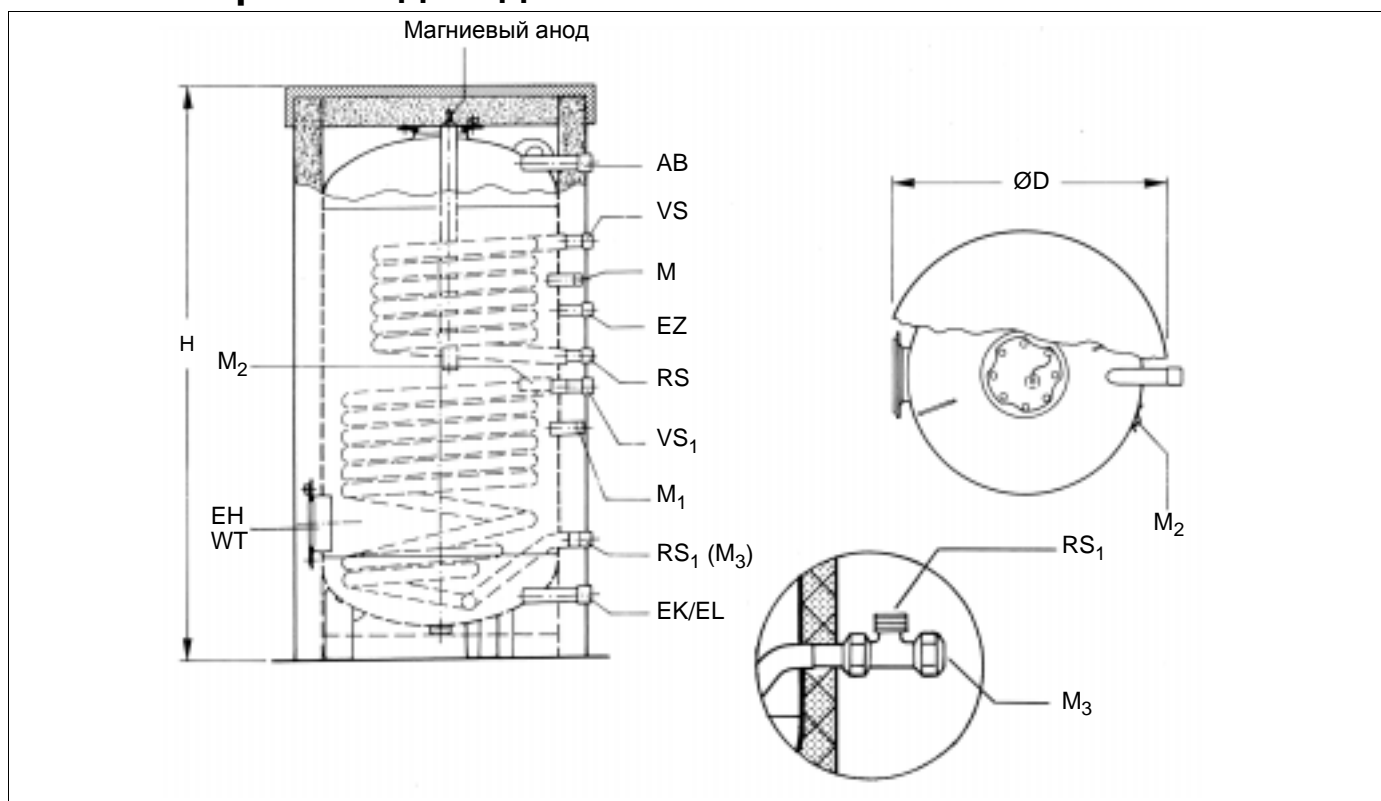

Рис. 1
- Установить датчик в гильзу "М" (регулирование через котел) на задней стороне бойлера (рис. 1).